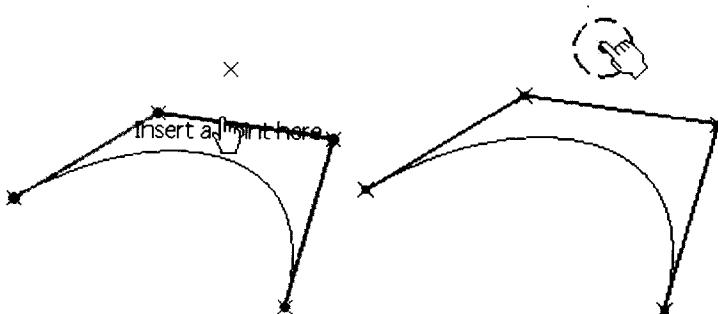
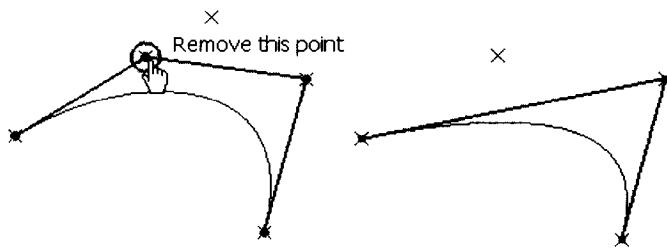
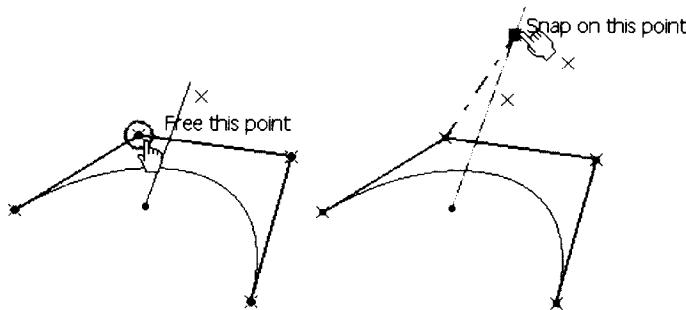

图 1-16
图 1-17
图 1-18
(7) 同样地，可以对样条线的控制点，应用增加控制点 增加 ，首先确定增加控制点的位置，再选择需要增加的点，如图 1-16 所示；应用删除控制点 删除 ，直接单击选择需要删除的点即可，如图 1-17 所示；应用约束控制点 约束 ，如图 1-18 所示。